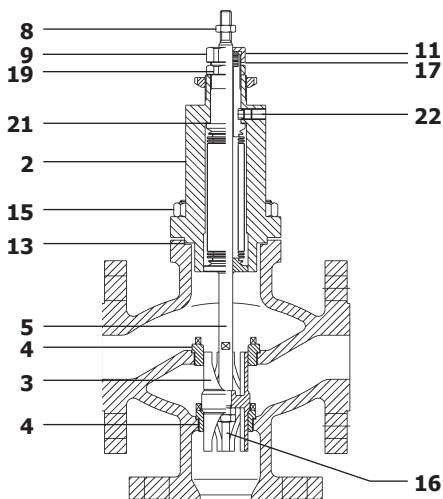

Рис. 9 Смешивающий клапан
4.3.2 Процедура замены штока, плунжера и седел у смешивающих клапанов с сильфонным уплотнением штока (См. рис. 9)